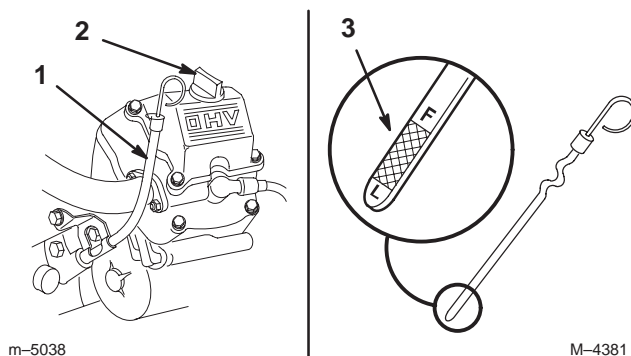

Figure 40
3. Nettoyez la surface autour de la jauge d'huile pour éviter que des impuretés ne s'introduisent dans le goulot de remplissage, ce qui risquerait d'endommager le moteur (Fig. 40).
4. Sortez la jauge d'huile et essuyez soigneusement l'extrémité métallique (Fig. 40).
5. Enfoncez la jauge complètement dans le goulot de remplissage. Sortez de nouveau la jauge et examinez l'extrémité métallique (Fig. 40). Si le niveau est bas, versez lentement une quantité d'huile suffisante dans le goulot de remplissage pour amener le niveau au repère du plein (F).
5. Versez lentement environ 80 % de la quantité d'huile spécifiée dans le goulot de remplissage (Fig. 40) (voir Changement de l'huile moteur et du filtre, page 35).